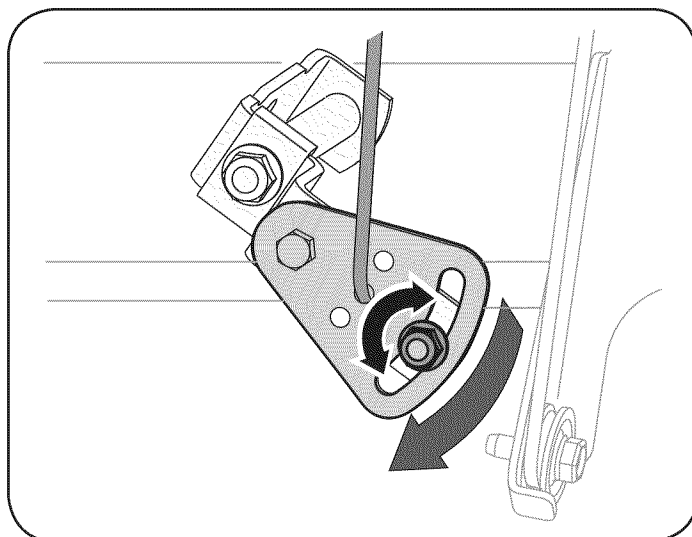

Figura 26
2. Afloje la tuerca hexagonal del soporte de posicionamiento del cable de cambios. Vea la Figura 26.